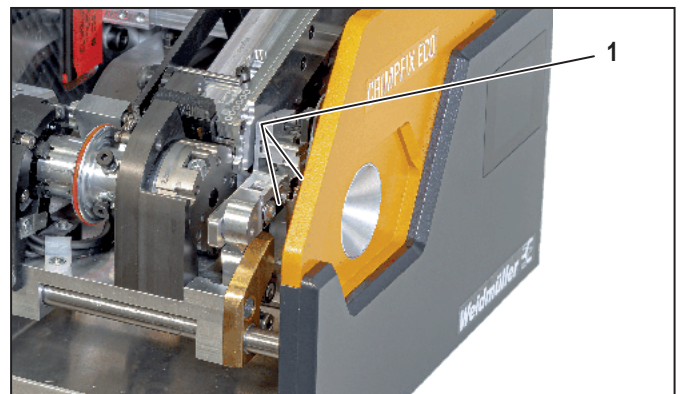

Bild 7.3 Abisoliereinheit
- Reinigen Sie die Abisoliermesser mit einem Pinsel und einem weichen Tuch, siehe Bild 7.3, 1.